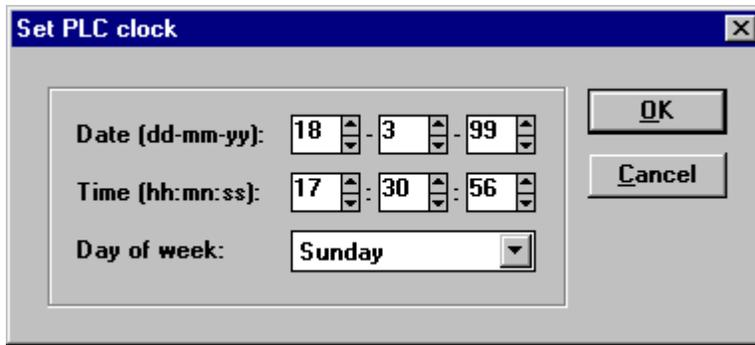

图5-4: 时钟更新
- ⇒ 通过 AC31GRAF 软件，在配置窗口，通过点击"Set PLC clock"图标（参见图 5-4）